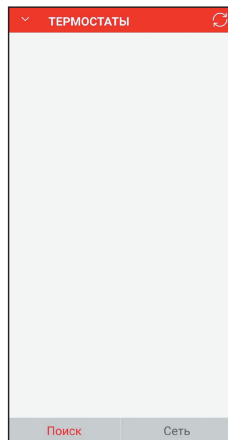

Рис. 8
**8.3.1.** Запустите приложение Valtec «Heat Control». После загрузки приложения появится окно «Термостаты». Нажмите кнопку «Сеть» для настройки WiFi-соединения (рис. 8).